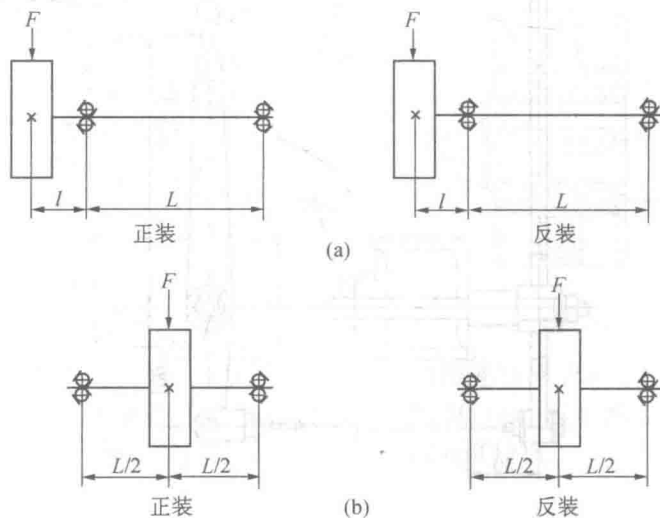

图 6.11
(1) 如图 6.11(a) 所示, 载荷作用在支点跨距以外, 为了提高轴系刚度, 轴承应该正装还是反装?
(2) 如图 6.11(b) 所示, 载荷作用在支点跨距以内, 要提高轴系刚度, 轴承应该正装还是反装?